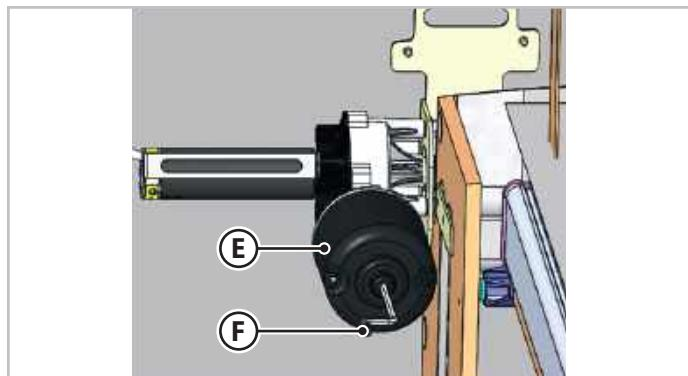

Fig.6.17 - Déblocage électrique du lit type B
2. Au bas du moteur (**E** - Fig.6.17), insérer la clé Allen (**F** - Fig.6.17) dans son logement pour le mouvement manuel.